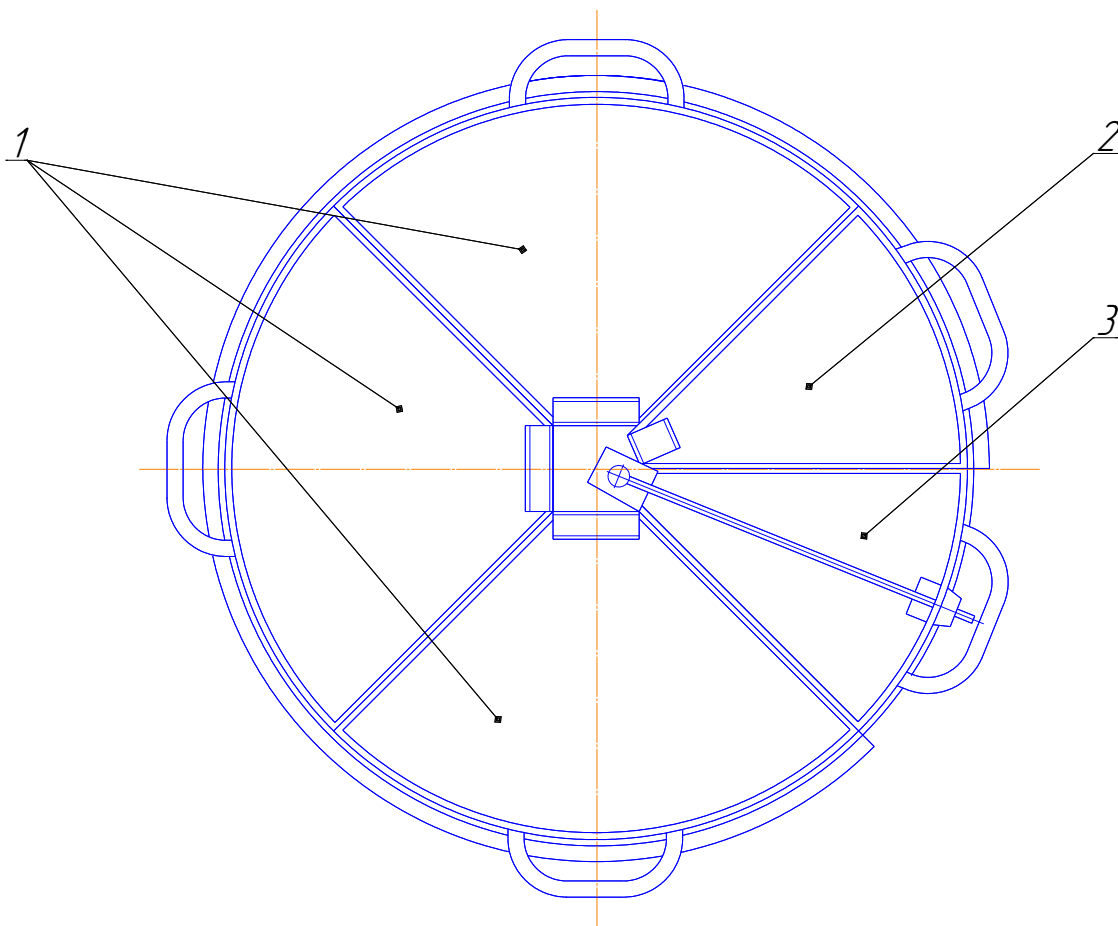

Рис. 3 Пробосборник с лотками
- ослабьте винт-барашек 2 (Рис. 3а), фиксирующий отсекабель 1;
Рис. 3а Лоток с возможностью регулировки степени сокращения